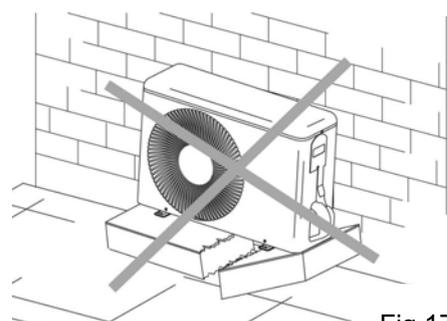

Fig.17
- La base d'appoggio deve poter reggere il peso dell'unità esterna (fig. 17).